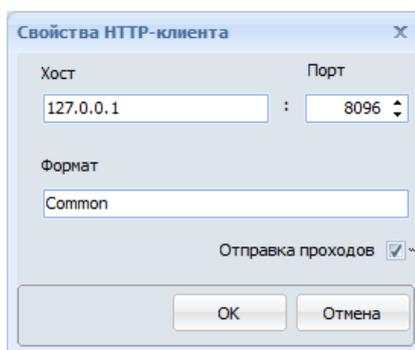

Рисунок 28.3 Окно Свойства HTTP-клиента
- 6) Чтобы пополнить список клиентов необходимо в правой части окна в поле «Клиенты» нажать кнопку **Добавить** и в открывшемся окне «Свойства HTTP-клиента» ввести IP-адрес и номер порта компьютера, который будет принимать информацию, а затем нажать **ОК** (Рисунок 28.3) (следует выбрать незанятый порт и добавить его в исключения в Firewall и Антивирус).